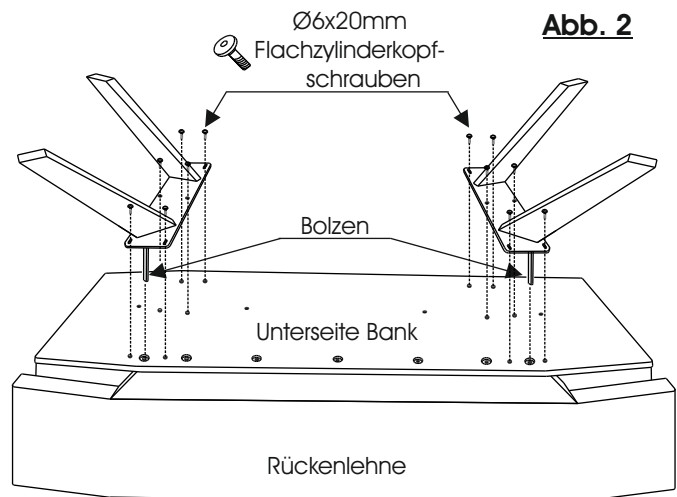

Abb. 2
3. Legen Sie sich die Bank mit der Unterseite nach oben zurecht und positionieren die Fußgestelle auf diese Fläche. Die Bolzen dienen zur Stabilisierung der Rückenlehne und werden durch den unteren Boden in die Lehne geschoben. (Abb. 2)
4. Verschrauben Sie die Fußgestelle mit je sechs Ø6x20mm Flachzylinderkopfschrauben. (Abb. 2)